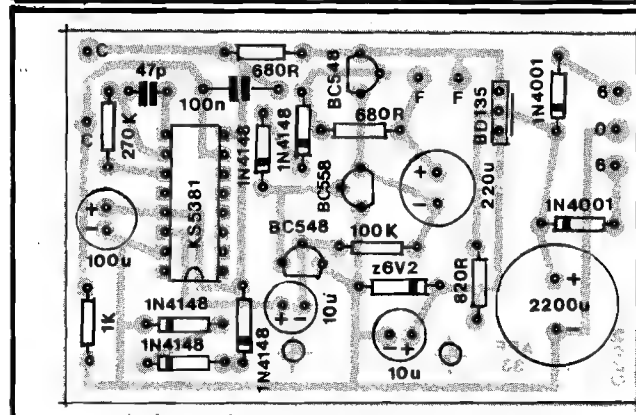

Fig. 9
- FIG. 9 - "CHAPEADO" - A colocação dos componentes sobre a face não cobreada da placa encontra-se detalhada na figura. Embora **tudo** mereça atenção e cuidado, alguns pontos são especialmente críticos: a posição de **todos** os componentes **polarizados**, quais sejam: o Integrado, os transistores, os diodos (inclusive o **zener**) e os capacitores eletrolíticos. Quanto a transistores e diodos, notar que existem, no circuito, **mais de um** código de cada um desses tipos de componentes... Assim, cuidado para não "trocar as bolas"... A respeito de resistores, observar seus valores em função de suas posições na placa (trocou, "dançou"...). O transistor BD135 apresenta uma face metalizada que, na figura, está simbolizada pelo traço extra, voltado para a posição ocupada por um diodo 1N4001. Atenção... Depois de tudo soldado, conferir cada item, posição, código e polaridade, as condições dos pontos de solda (pela face cobreada), na busca de eventuais "corrimentos", "curtos" ou insuficiências